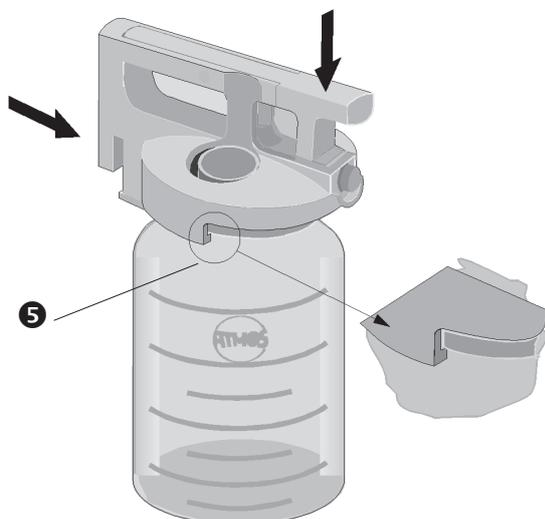

Bild 4. Aufsetzen des Deckels
- Schieben Sie das Verschlussystem entsprechend Bild 4 über den Sekretbehälter (achten Sie darauf, dass der Deckelrand (❺, Bild 4) unter dem Behälterwulst liegt) und drücken Sie den Verschlussbügel nach unten, bis er einrastet.